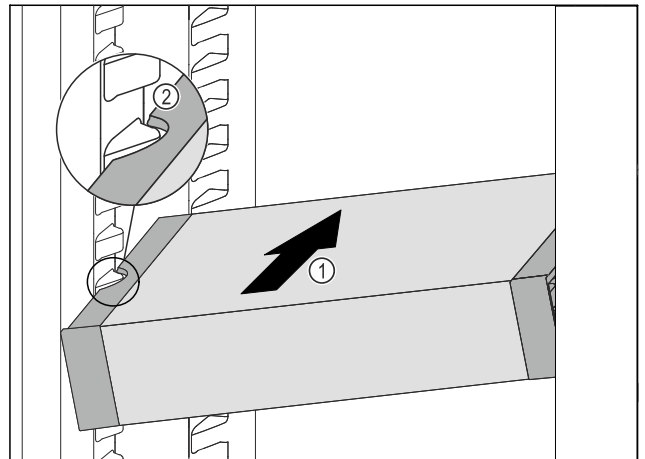

Fig. 99
- ▶ VarioSafe schräg in das Kühlteil einschieben Fig. 99 (1), bis sich die seitlichen Aussparungen Fig. 99 (2) des VarioSafes auf Höhe der Behälterrippe im Kühlteil befinden.